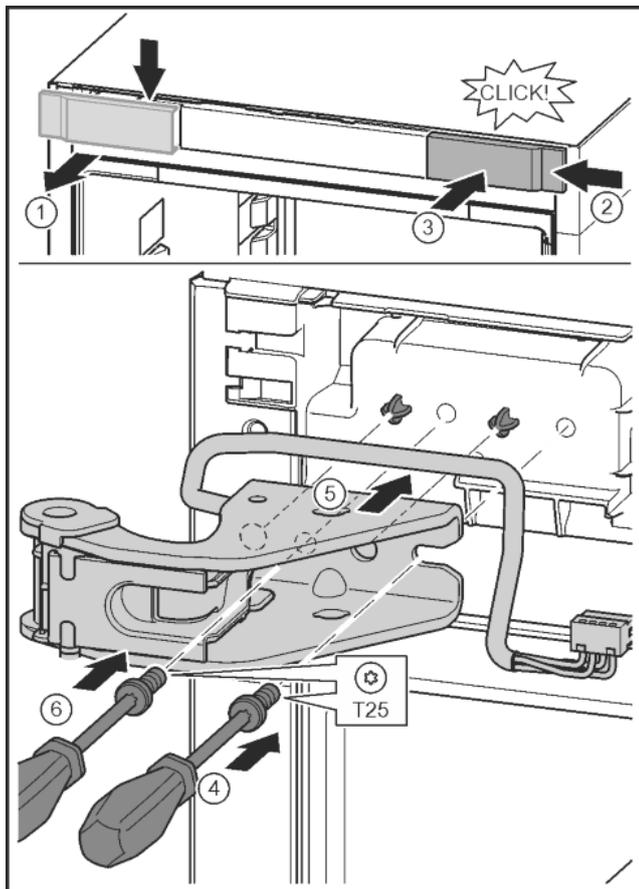

Fig. 31
- ▶ Otpustite pokrov i skinite ga bočno. Fig. 31 (1)
- ▶ Objesite pokrov okrenut za 180° na drugoj strani s desne strane. Fig. 31 (2)
- ▶ Pustite da pokrov uskoči. Fig. 31 (3)
- ▶ Odvijačem T25 postavite vijke. Fig. 31 (4)
- ▶ Postavite gornji podložak ležaja. Fig. 31 (5)
- ▶ Pritegnite vijak. Fig. 31 (4)
- ▶ Odvijačem T25 umetnite i pritegnite vijak. Fig. 31 (6)